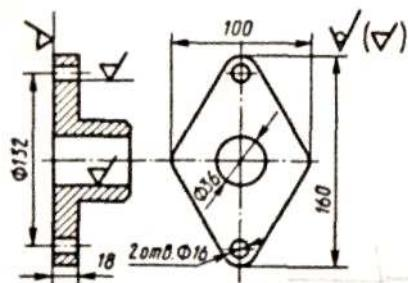

Рис. 12
2. По эскизу детали (рис. 12) разработайте эскизы элементов литейной формы, модели стержневого ящика, собранной литейной формы (в разрезе). Опишите последовательность изготовления формы методом ручной формовки. Материал детали - чугун СЧ20.